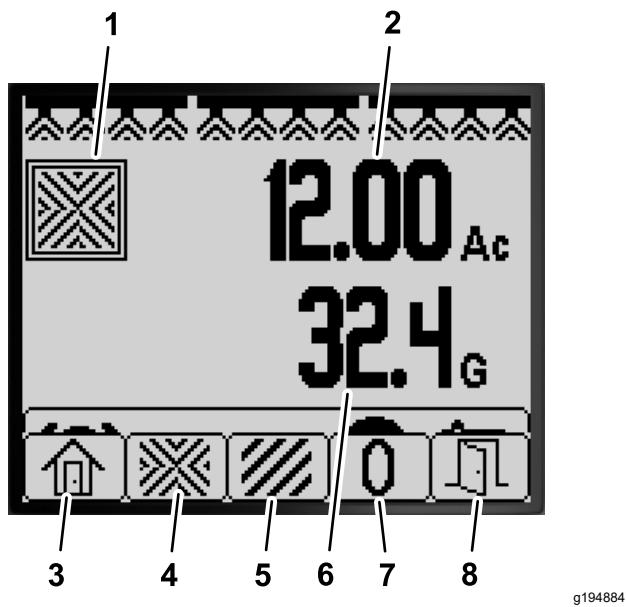

図 76
- ホーム画面で、任意のボタンを長押しするとメインメニューが表示される図 75と図 76。
- ボタン2を押して総面積Total Area画面へ行く図 76。
3. インフォセンターのボタン図 76を使って以下を行います